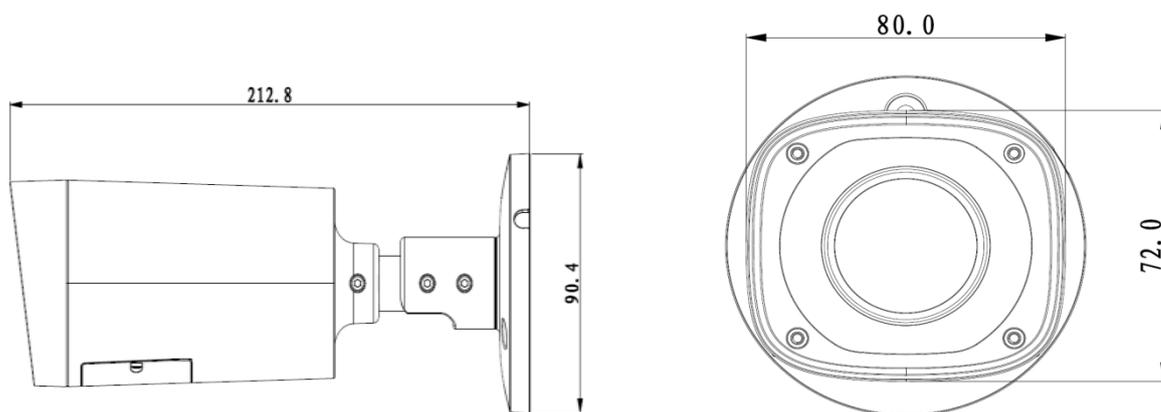

Рисунок 1
2.2 Выберите место крепления камеры с учетом габаритных размеров (рис.1) и удобства работы с монтажным инструментом.